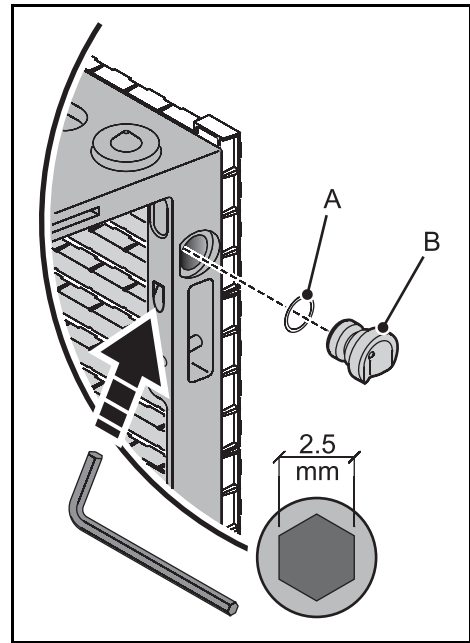

Bild 15: Entfernen der Konusse
1. Siehe Bild 15. Lösen Sie die markierten 2,5 mm Imbusschrauben und entfernen Sie die für horizontale Ausrichtung geeigneten Konusse **B** und Scheiben **A** am oberen und unteren Rand einer Seite des Moduls. Bewahren Sie die Konusse und Scheiben für spätere Wiederverwendung auf.